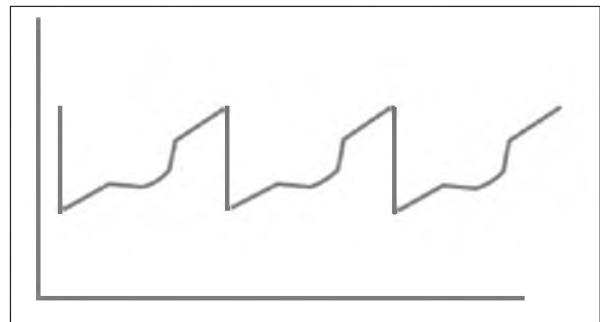

Рисунок 2. Сигнал, поступающий на детектор
- Затем свет фокусируется в детекторе (рисунок 2).